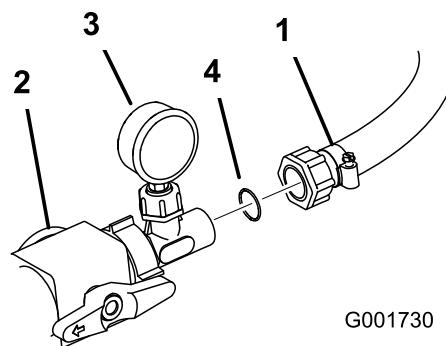

図 17
18. リール・アセンブリに通ずるホースと水圧計アセンブリとの間にプラスチック製のOリングを入れる。ホースをアセンブリに接続する（図 17）。ホースについているプラスチック製ナットを締め付けて、ホースを水圧計アセンブリに固定する。